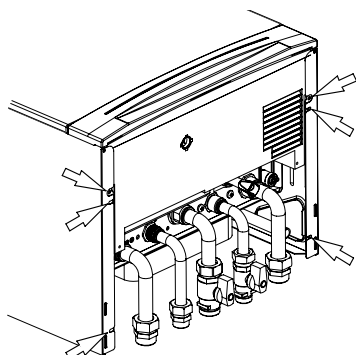

Figura 5.18
- Svitare le viti indicate in Figura 5.18.